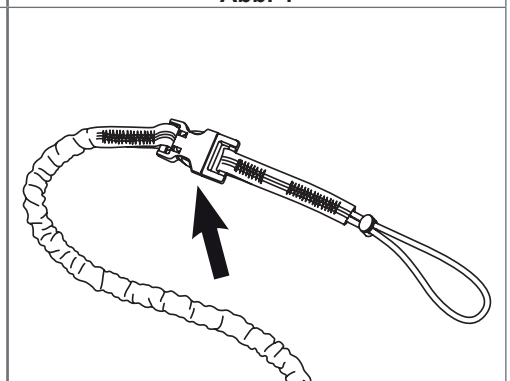

Abb. 6
5. Wenn Sie eine abnehmbare Tool Tether Karabinerschleufe verwenden, kann das Schlaufenende des Haltegurts abgenommen werden, indem Sie die beiden Enden der Steckschnalle lösen. (Abbildung 6)